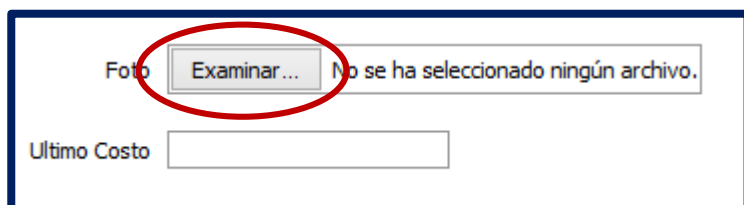

Imagen 55: Botón Examinar.
31.- Colocar en el **Campo “Foto”** aquí se carga la foto del Artículo si lo desea realizar, esto se realiza haciendo clic en el **Botón “Examinar”** (imagen 55) el cual se encuentra resaltado dentro de un ovalo de color rojo, esto desplegara la ventana **“Cargar Archivos”** (imagen 53), allí se buscar la ubicación en donde se tenga guardada la imagen o foto del Artículo a cargar.